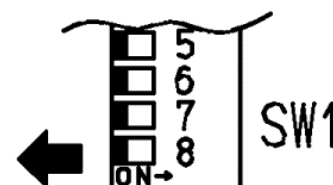

Fig. 5
15. Spostare l'interruttore nr.8 della bancata SW1 in posizione 'OFF' per riportare l'apparecchio in "regime di funzionamento normale" (Fig.5).